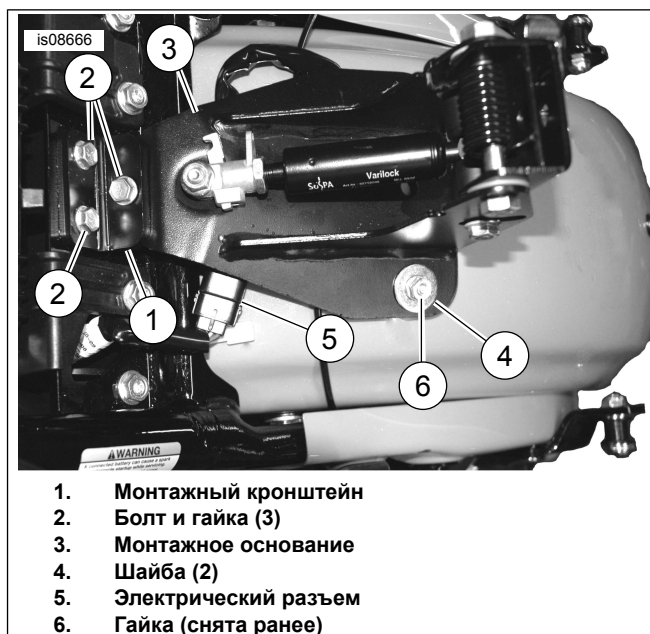
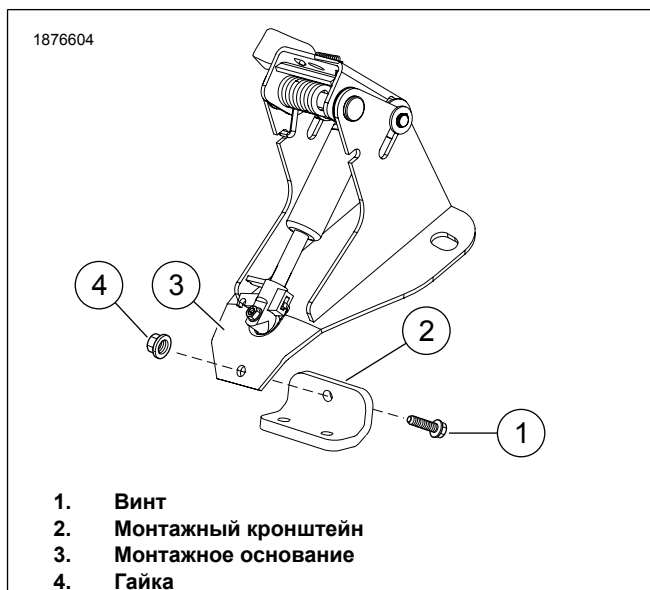

Рисунок 6. Установка кронштейна спинки
Рисунок 7. Альтернативный вариант установки монтажного кронштейна
6. См. рис. 6. Установите монтажный кронштейн (1) в нужное положение, затем установите винты и гайки (2), как показано на рисунке. Оставьте крепления незатянутыми. Убедитесь, что электрический разъем двигается свободно.
a. См. Рисунок 6 и Рисунок 7. Если электрический разъем (5) соприкасается с монтажным основанием (3), переместите монтажный кронштейн (1) за монтажное основание (3).
b. Установите болт (6) и гайку (7).
7. Установите шайбы (4) и гайки (6). Затяните.